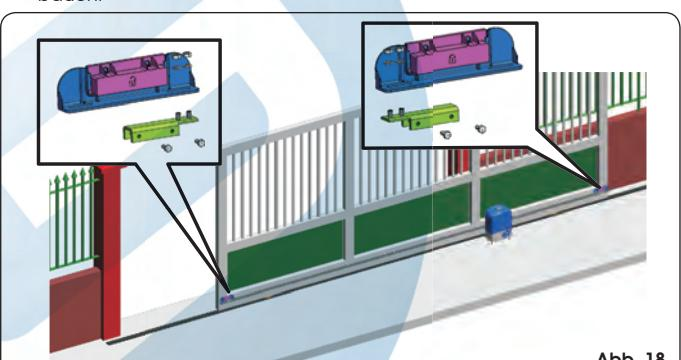

Abb. 18
Der Antrieb ist mit einem Magnet-Endschalter ausgerüstet, der den Stillstand der Bewegung des Tors verursacht, wenn der am oberen Teil der Zahnstange befestigte Magnet den Sensor erregt. Die im Lieferumfang des Antriebs enthaltenen Magnete sind entsprechend polarisiert und erregen lediglich einen Kontakt des Sensors, d.h. entweder den Schließ- oder den Öffnungs kontakt. Der Magnet, der den Kontakt für die Toröffnung erregt, weist die Abbildung eines offenen Vorhängeschlosses auf, der Magnet, der den Kontakt für das Torschließen erregt, zeigt das Symbol eines geschlossenen Schlosses (siehe Abb. 18). Für die korrekte Positionierung der beiden Endschaltermagnete sind die nachfolgenden Schritte auszuführen:
- Die beiden Magnete laut Angaben in der Abbildung 18 zusammenbauen.